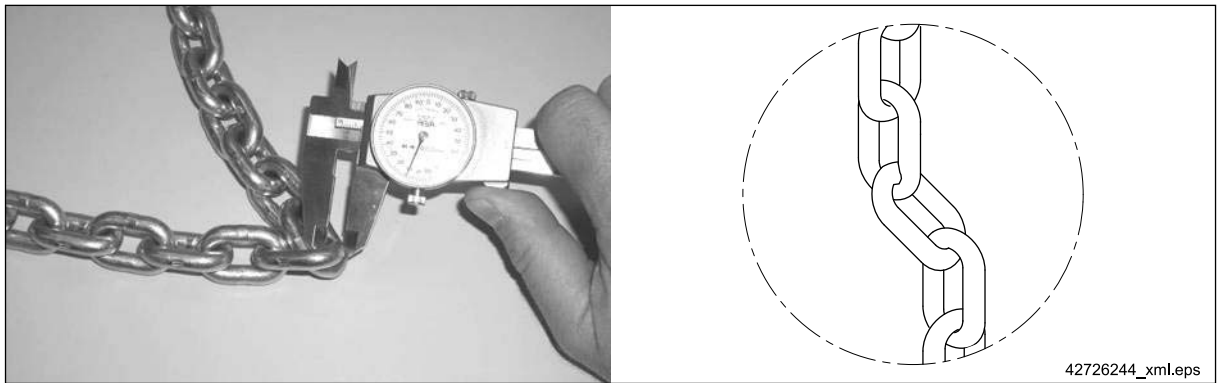

Abb. 60
- des Einzelgliedverschleißes \Rightarrow Abb. 60, Seite 87;